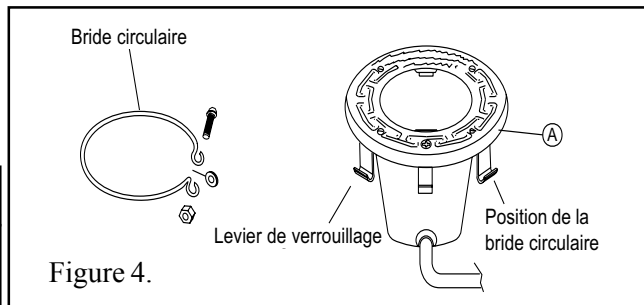

Figure 4.
4. Écartez les branches de la bride circulaire à tension uniforme, les extrémités recourbées étant dirigées vers le bas, et placez la bride dans les creux en "U" des leviers de verrouillage. Assurez-vous que les extrémités recourbées des branches de la bride sont situées entre deux leviers de verrouillage, comme indiqué dans la figure 4, point A. Vérifiez que la bride est bien enclenchée dans tous les leviers.